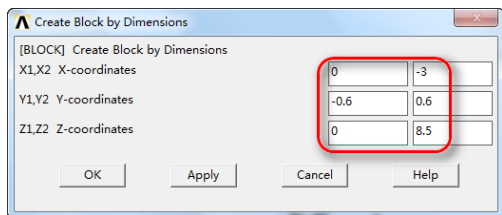
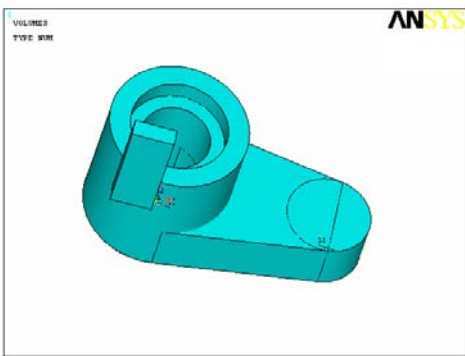

图 3-56 创建长方体
图 3-57 生成长方体
⑤ 偏移工作平面。
① 从实用菜单中选择 **Utility Menu: WorkPlane > Offset WP to > XYZ Locations +**。
② 在偏移工作平面对话框中，在“Global Cartesian”文本框中输入“0,0,0”，单击“OK”按钮。
⑥ 生成长方体。
① 从主菜单中选择 **Main Menu: Preprocessor > Modeling > Create > Volumes > Block > By Dimensions**。
② 输入“X1=0,X2=-3,Y1=-0.6,Y2=0.6,Z1=0,Z2=8.5”，如图 3-56 所示。得到的结果如图 3-57 所示